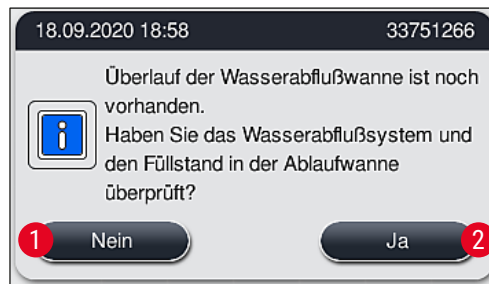

Abb. 126
- Nach 5 Minuten und bei trotz Reinigungsversuchen weiter bestehender Blockierung weist eine Meldung (→ "Abb. 126") darauf hin, dass der Wasserstand immer noch zu hoch ist. Durch Drücken von **Nein** (→ "Abb. 126-1") kann die Wartezeit um weitere 5 Minuten verlängert werden, um weitere Reinigungsversuche zu unternehmen. Wenn in diesem zweiten Intervall unternommene weitere Reinigungsversuche erfolgreich sind, wird die Situation, wie unter 1 beschrieben, aufgelöst. Wenn zusätzliche Zeit für Reinigungsmaßnahmen erforderlich ist, erneut **Nein** (→ "Abb. 126-1") drücken. Das Intervall kann mehrmals verlängert werden. Konnte die Blockierung trotz aller Reinigungsversuche nicht behoben werden, **Ja** (→ "Abb. 126-2") drücken, um einen kontrollierten Abbruch zu starten; siehe Abschnitt 3 und 4.